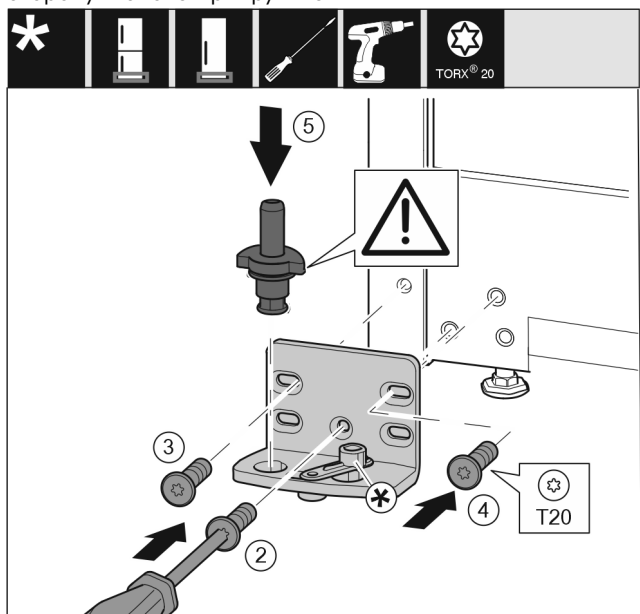

Fig. 16
- ▶ Установите опорный кронштейн с другой стороны и прикрутите с помощью отвертки. Начинать с винта Fig. 16 (2) снизу в центре.
- ▶ Затяните винт Fig. 16 (3) и винт Fig. 16 (4).
- ▶ Снова установите опорный палец Fig. 16 (5) в сборе. При этом проследите за тем, чтобы выступ фиксатора был направлен назад.